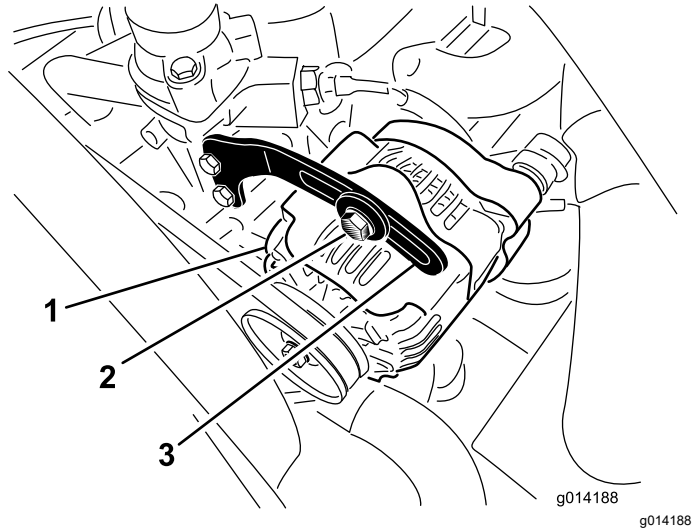

Figura 48
2. Compruebe la tensión de la correa del alternador presionándola (Figura 48) en el punto intermedio entre las poleas del alternador y del cigüeñal con una fuerza de 10 kg (22 libras).
3. Afloje el perno que sujeta el tirante al alternador (Figura 48) y el perno de pivote del alternador.